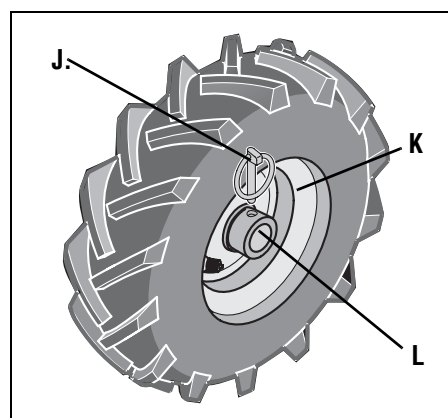

Fig. 2-3: Rueda en la posición RUEDAS LIBRES (pasador de la transmisión en las
2. Retire el pasador Klik (J, Fig. 2-3) del cubo de la rueda (K) y eje de la rueda (L).
3. Deslice la rueda totalmente hacia adentro en el eje de la rueda (N, Fig. 2-3). Reinstale el pasador Klik (J) a través del eje de la rueda (L) únicamente (no a través del cubo de la rueda). La rueda debe girar libremente (ruedas libres) sobre el eje de la rueda. Repita el procedimiento con la otra rueda.